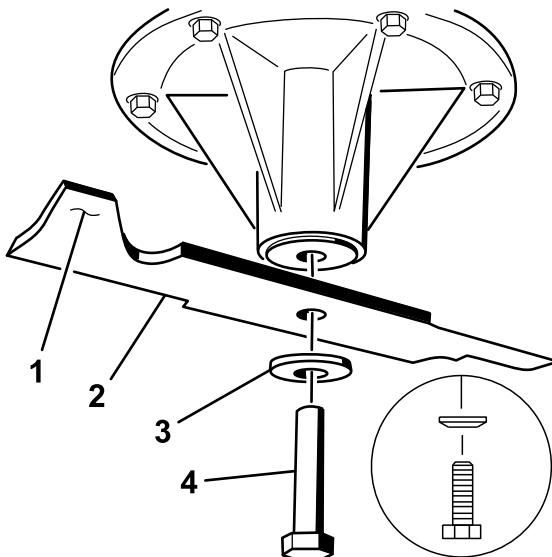

Figura 101
1. Instale la cuchilla en el eje (Figura 101).
2. Instale la arandela curva y el perno de la cuchilla (Figura 101).
**Nota:** La parte curva de la arandela debe estar orientada hacia la cabeza del perno (Figura 101).